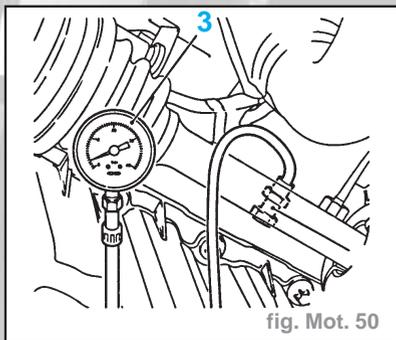

fig. Mot. 50
- Contrôler la pression d'huile à l'aide de **KM-498-B (3)** et de **KM-135 (4)**. Au ralenti la pression d'huile devrait être de **1,5 bar** environ et la température d'huile devrait être de **80 °C** environ (fig. Mot. 50).